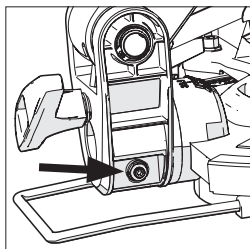

Fig. 11
- Use a chave sextavada para apertar ou desapertar o parafuso de ajuste (**Fig. 11**).